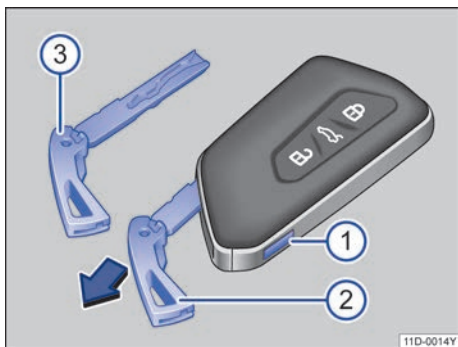

图 39 汽车钥匙：解锁应急钥匙
- ① 短促按压解锁按钮。向上翻起钥匙头。
- ② 按压解锁按钮，沿箭头方向拉出应急钥匙。
- ③ 应急钥匙。
在汽车钥匙中有一把用于手动解锁和锁止车辆的应急钥匙→图 39③→第 45 页。